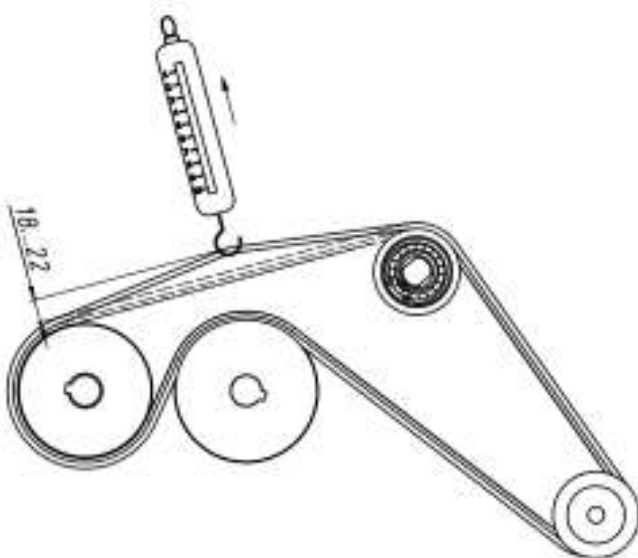

Рис. 5. Проверка натяжения ремня
9.4. Проверьте регулярно состояние поликлинового ремня (особенно не нового). Оттяните ремень в середине ветви безменом до отклонения стрелки безмена на 10 кг. При этом прогиб оттянутого ремня должен быть 18...22 мм (рис. 5).